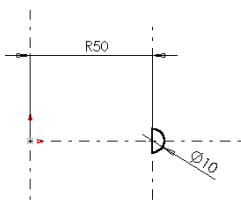
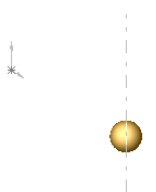
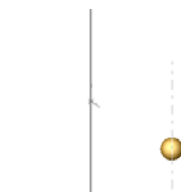

图 8-41 旋转草图轮廓
图 8-42 旋转特征
图 8-43 零件 round.sldprt
**①** 绘制草图。
2) 利用草图绘制工具绘制基体旋转的草图轮廓, 并标注尺寸, 如图 8-41 所示。
**②** 创建旋转特征。
3) 单击  按钮, 生成旋转特征, 如图 8-42 所示。
**①** 选择特征管理器设计树中前视基准面, 单击 [草图绘制] 按钮 , 再建立一张草图。
**②** 绘制一条通过原点的竖直直线。单击 [草图绘制] 按钮 , 退出草图的编辑状态。
**③** 选择步骤 ② 中的直线, 然后单击 [参考几何体] 工具栏上的 [基准轴] 按钮 。将该直线设置为基准轴 1。
**04** 保存文件。单击 [保存] 按钮 , 将零件保存为 round.sldprt。最后的效果如图 8-43 所示。